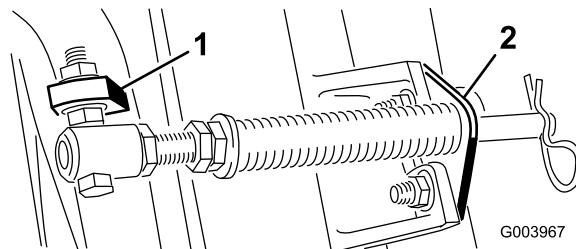

Figure 5
Remarque: Placez la tête du boulon sur le côté extérieur de la patte, comme montré à la Figure 5.
D. Montez le support de tige sur les pattes du plateau de coupe à l'aide des boulons de carrosserie et des écrous (Figure 5).